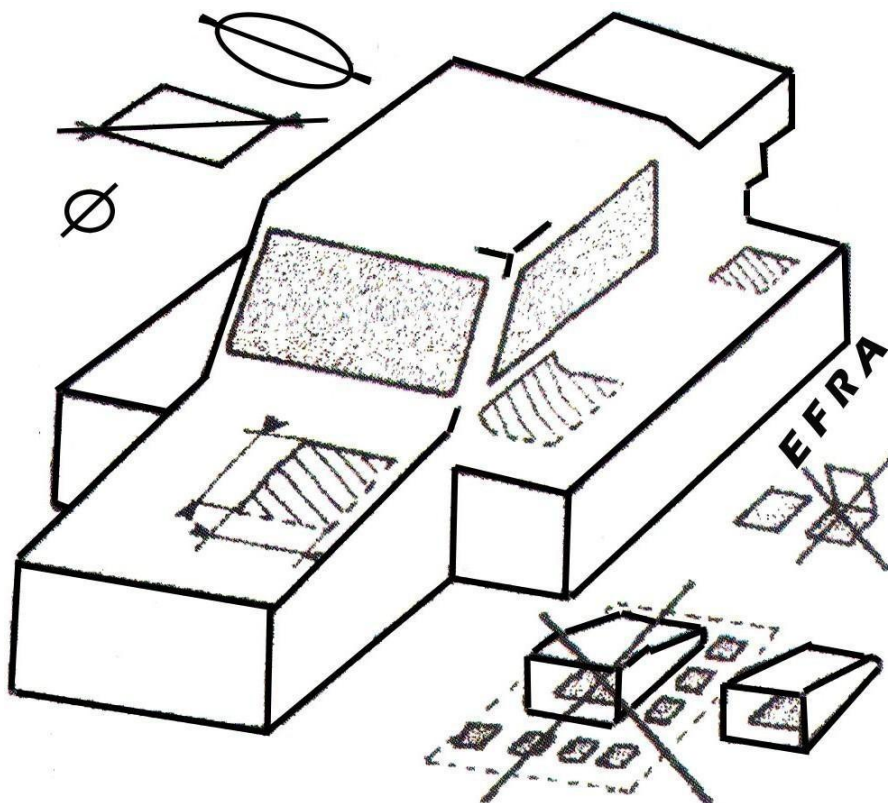

Figura 10 : Tagli consentiti sulla carrozzeria 1/8 BUGGY BRUSHLESS
e) Finestrini e parabrezza devono rimanere integri lungo tutto il disegno originale dello stampo del modello. Non è consentito nè forarli nè aprirli, soprattutto non è consentito deformare la carrozzeria in prossimità delle aperture concesse. Si veda a corredo la **Figura 10 in questa pagina.**